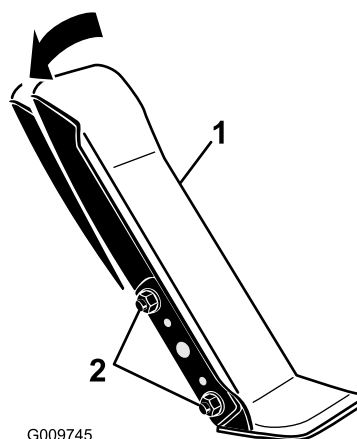

Рисунок 71
1. Ослабьте две гайки и болты крепления левой стороны педали тяги к кронштейну (Рисунок 71).
2. Поверните педаль под требуемым рабочим углом и затяните гайки (Рисунок 71).